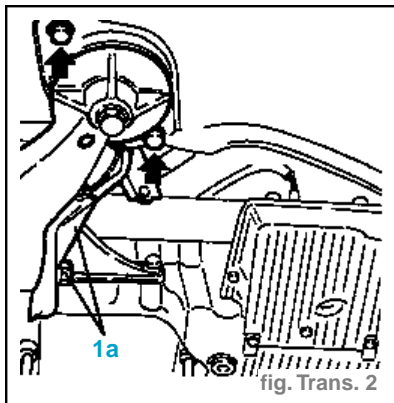

fig. Trans. 2
- Enlever la bride (1a) de support de canalisation d'échappement du support central motopropulseur. (fig. Trans. 2)